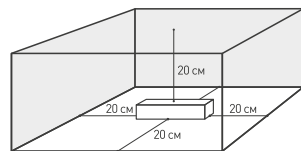

Рис. 6. Свободное пространство вокруг источника
- 4.3. Для естественной вентиляции обеспечьте не менее 20 см свободного пространства вокруг источника питания, как изображено на рис. 6. При невозможности обеспечить свободное пространство используйте принудительную вентиляцию.